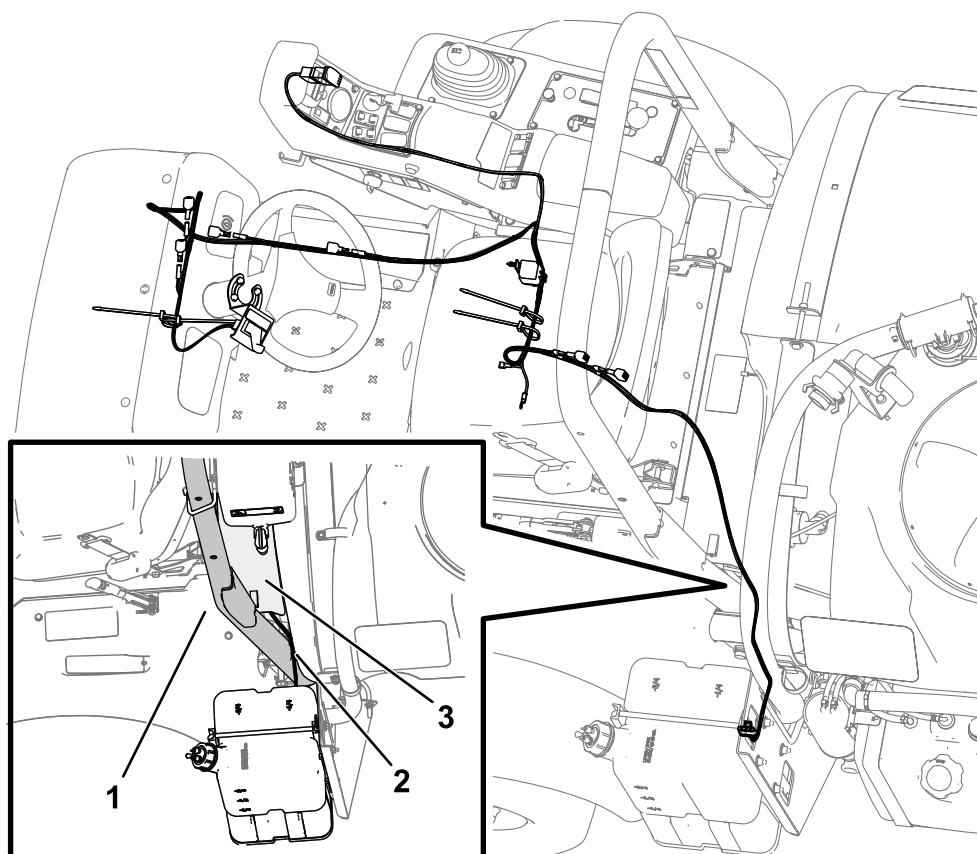

図 5
1. フォームマーカのコンプレッサからのワイヤハーネスを、ROPSの後ろからガードプレートの下に配設する 図 5。